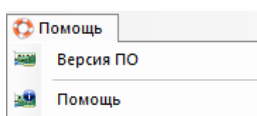

РИС. 10 Меню «Помощь»
5.3. Меню «Помощь» (РИС. 10) позволяет: